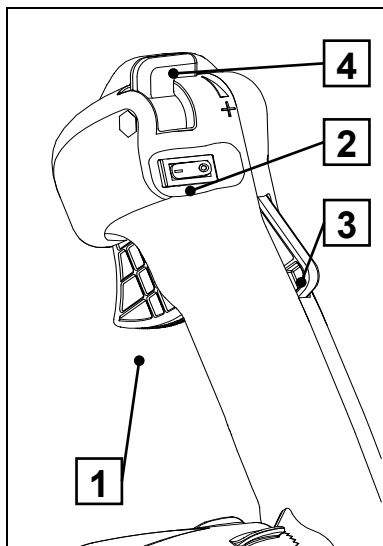

Рисунок 10 - Элементы управления на рукоятке
На Рисунок 10:
- Когда тумблер находится в верхнем положении, краник всегда открыт независимо от положения дросселя. Чтобы сдвинуть тумблер 5 вверх, необходимо одновременно нажать на рычаг дросселя (Рисунок 10 № 1).
- Убедитесь, что тумблер (Рисунок 10 № 2) не находится в положении "0" (выключен).
- Убедитесь, что тумблер (Рисунок 10 № 2) находится в положении "1" (включен).
- Вставьте свечу; доведите обороты до максимума, используя фиксатор дроссельного рычага (Рисунок 10 № 4).